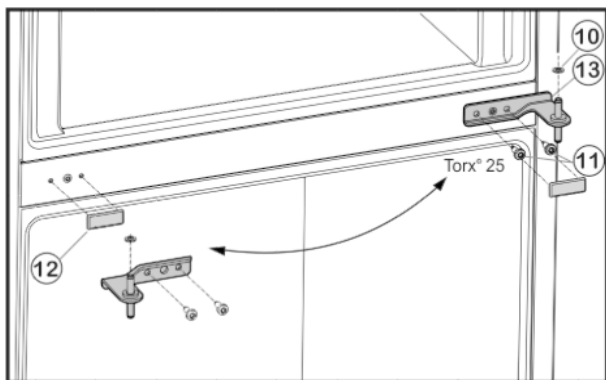

Fig. 5
- ▶ Открутите крепежные винты Fig. 5 (11) (2 шт. Torx® 25) и извлеките средний опорный кронштейн из нижней дверцы.
- ▶ Снимите пластиковую шайбу Fig. 5 (10).
- ▶ Осторожно снимите крышку Fig. 5 (12).
- ▶ Установите крышку Fig. 5 (12) на противоположной стороне.
- ▶ Вставьте средний опорный кронштейн Fig. 5 (13) с поворотом на 180° в нижнюю дверцу и прикрутите с помощью крепежных винтов Fig. 5 (11) (2 шт. Torx® 25) на новую сторону шарнира (с моментом 4 Нм).
- ▶ Снова установите пластиковую шайбу Fig. 5 (10).
- ▶ Установите верхнюю дверцу на средний опорный кронштейн Fig. 5 (13).